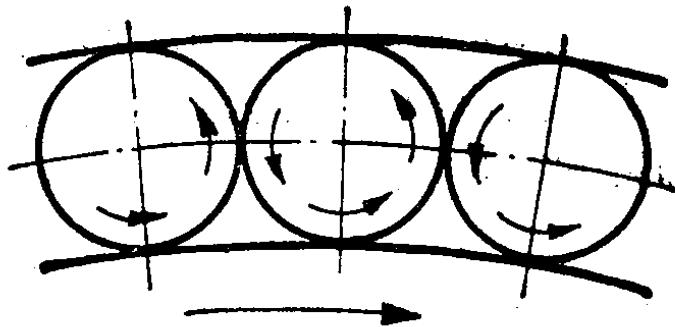

图 1-5 相邻钢球发生摩擦
(1) 内圈——通常装配在轴上，在多数情况下内圈与轴一起旋转。内圈的外表面有供钢球或滚子滚动的沟槽，称为内沟或内滚道。沟槽的表面硬度很高并经精密加工，光洁度很高。
(2) 外圈——通常装配在轴承座或机壳上，起支承滚动体的作用。外圈一般不旋转，只有在特殊情况下才旋转，这时内圈固定，起支承作用。外圈的内表面也有供钢球或滚子滚动的沟槽，称为外沟或外滚道。和内圈一样，它的硬度很高，表面光洁度也很高。
(3) 滚动体——包括钢球或滚子。钢球或滚子在内圈和外圈之间滚动，它们的大小、形状和数量决定轴承的承载能力和承载特性。
(4) 保持架——它把轴承中的一组滚动体均匀地相互隔开，以免彼此发生摩擦(见图1-5)。保持架使滚动体在轴承内分